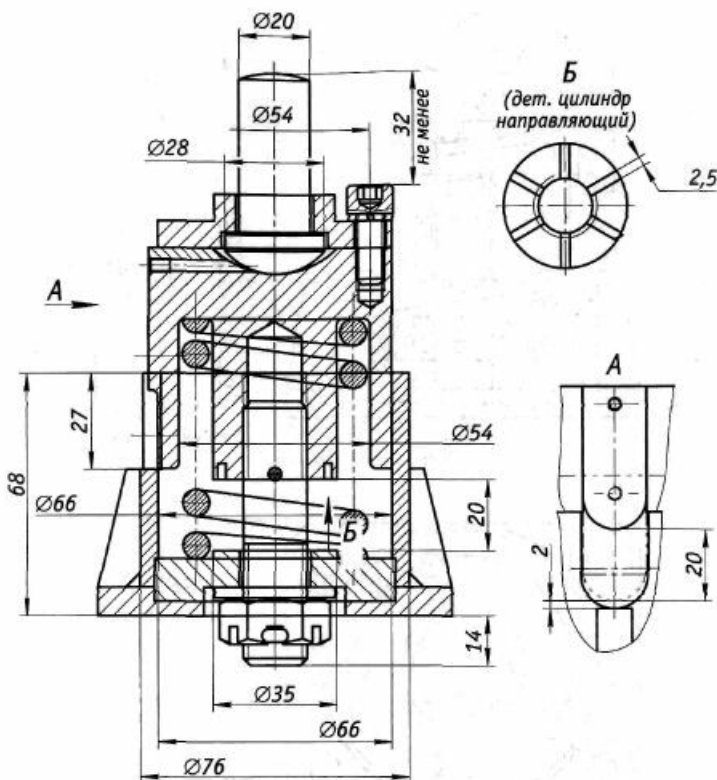

Рис. 4.6. Третий этап сборки
1. Используя файл-источник, уменьшите высоту бобышки корпуса, на 9,8 мм, а ее диаметр (28 мм) увеличьте до 35 мм (рис. 4.6). Для этого:
6. Вставьте фрагмент паза, используя внешнюю ссылку, в любое удобное место чертежа сборки амортизатора (см. рис. 4.6, вид А).
8. Обратите внимание на то, что глубина паза корпуса не достаточна для перемещения направляющего цилиндра вниз на нужную величину. Для того чтобы выполнить это условие, необходимо увеличить глубину паза корпуса. Отредактируйте изображения паза корпуса на главном виде и виде А, а также конфигурацию ребер жесткости в соответствии с рис. 4.6.
7. Спроектируйте толкатель на сборочном чертеже (см. рис. 4.6).
11. Выполните на торце выступа направляющего цилиндра шесть пазов (см. рис. 4.6, вид Б), подобно пазам у корончатой гайки, для установки шплинта 2 × 32 ГОСТ 397 — 79.